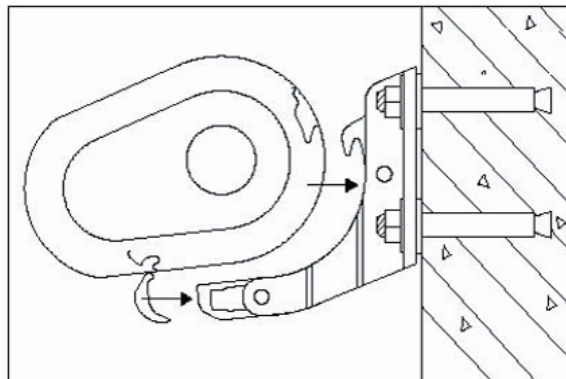

Bild 5
7. Die ausgepackte Markise mit Hilfe einer weiteren Person in die Halterung hängen und seitlich so ausrichten, dass sich die Halterungen im Bereich der Markierungen (siehe Punkt 3) befinden. Jetzt mit den Sicherungsschrauben die Markise an der Halterung befestigen und so gegen Herausfallen sichern. (Bild 5)